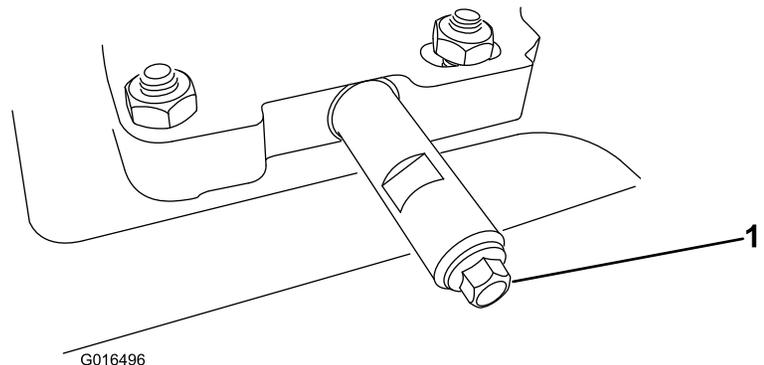

Figura 35
2. Pulite l'area attorno al dado di spurgo dell'olio (Figura 35).